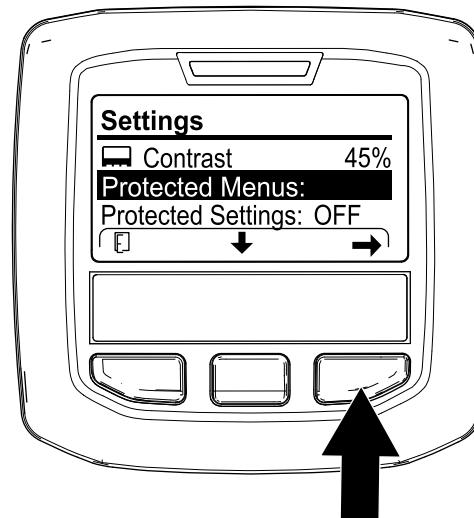

Figure 123
4. Appuyez sur le bouton central de l'InfoCenter jusqu'à ce que l'option MENUS PROTÉGÉS soit sélectionnée (Figure 123), puis appuyez sur le